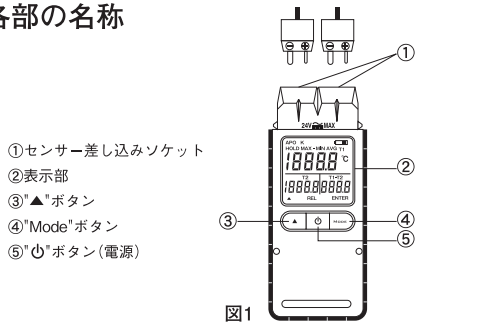

図1
(1) 測定の前にはまずKタイプ熱電対センサー(別売)を本体上部のセンサー差し込みソケット①に差し込みます。図1を参考に極性に注意し差し込んでください。左側がT1、右側がT2となります。